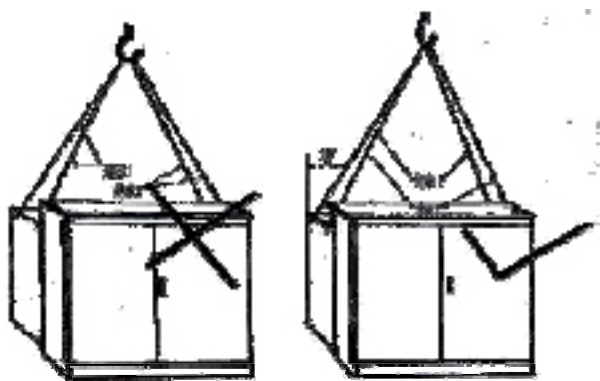
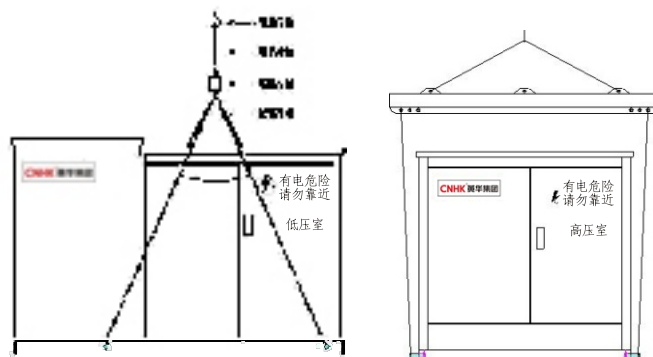

图 5: 10kV 运输起吊图
图 6: 35kV 运输起吊图
1、组合变的主体重量集中在装有变压器器身的油箱内，高低压柜重量相对较轻，在吊装和运输过程中应谨慎小心。组合变必须保持正常的直立位置，起吊钢索与铅垂线的夹角不大于 30° 。10kV 组合变起吊直接使用油箱上部两边的四只吊拌；35kV 组合变起吊直接使用油箱底部的整体底框两边的四只吊轴，并使用制造厂提供的专用吊具。钢缆、吊钩、组合变的吊装方式见图5，图6